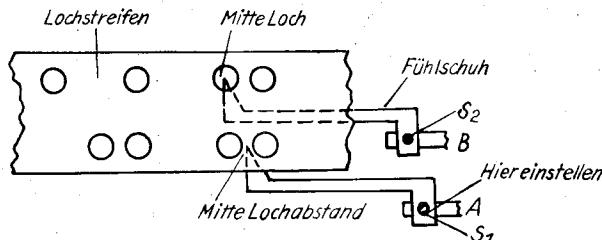

Abb. 9: Einstellen der Fühlschuhe
- 3) Zum Einstellen den Lochstreifen so einlegen, daß Abfühlschuh B des hinteren Fühlhebels in die Mitte eines gestanzten Loches einfällt. Den vorderen Fühlschuh A nach vorn ziehen und auf die Mitte des Lochabstandes einstellen (siehe Abb. 9).